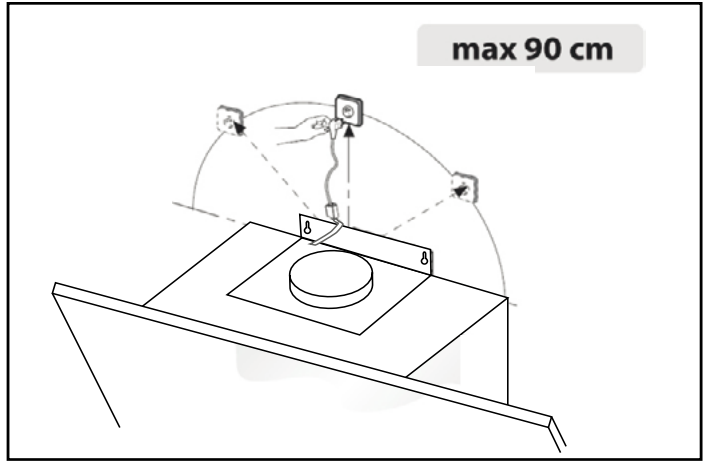

Fig.2
- Aunque se trata de un aparato provisto de un interruptor, es aconsejable que al efectuar la instalación el aparato esté situado de forma que la clavija de conexión a la red eléctrica sea accesible (**Fig.2**).